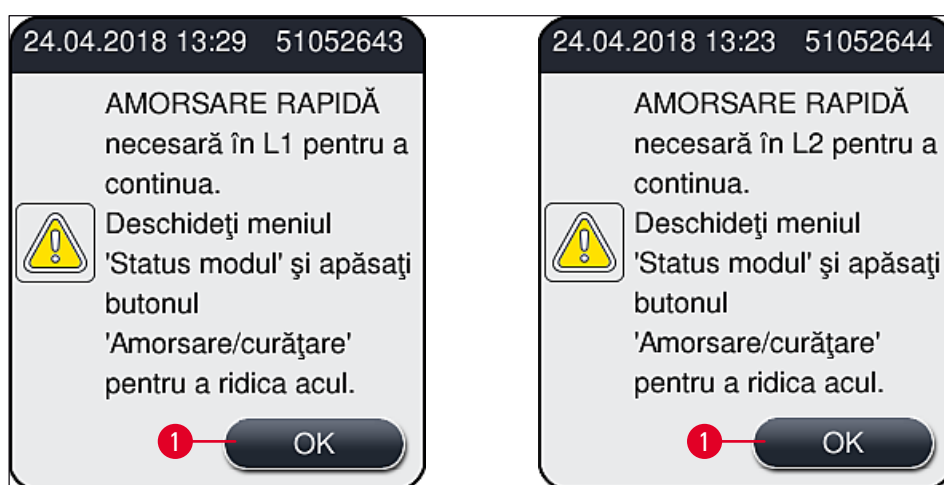

Fig. 51
- ① După încheierea fazei de inițializare, pe ecran apare Meniul principal (→ Fig. 19), iar utilizatorul este informat (→ Fig. 51) că este necesară o **Amorsare rapidă** pentru linia de lamele aflată în utilizare. Confirmați mesajul prin apăsarea **OK** (→ Fig. 51-1) și urmați instrucțiunile care urmează (→ P. 114 – 7.3 Pregătirea sistemului de furtunuri pentru amorsare și curățare).